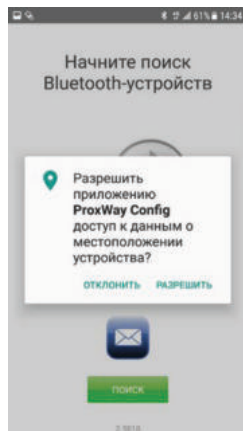

Рис.1-3
**Внимание!!!** Для работы BLE выше должны быть включены службы местоположения (рис.1-3).